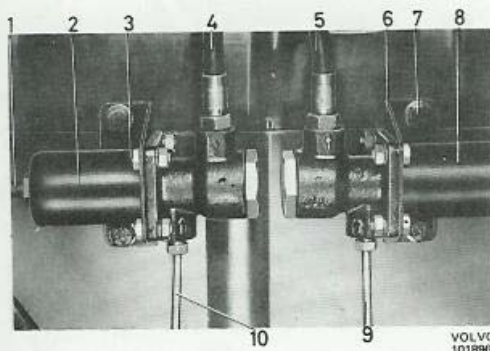
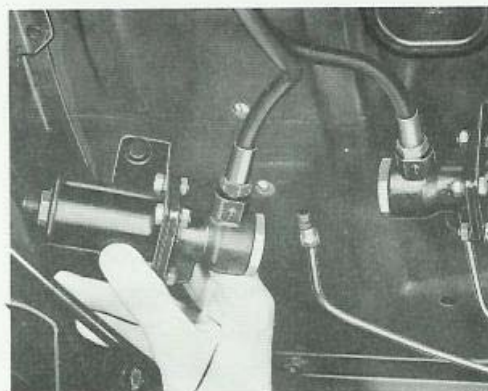

Bild 63. Bromsventiler monterade
Bild 64. Demontering av bromsventil
Skruva loss och täta bromsrörets anslutning (10, bild 63). Lossa bromsslangen (4) högst 1/4 varv vid ventilen. Demontera fästskruvarna och skruva loss ventilen från bromsslangen, se bild 64.
Skruva bromsventilen på bromsslangen, jämför bild 64. Sätt ventilen på plats och kontrollera att det inte är någon förspänning i slangen. Montera fästskruvarna och anslut bromsröret. Dra anslutningarna. Lufta bromssystemet.
Justerskruven (1, bild 63) är inte avsedd för justering i vanlig mening utan för att utjämna variationer i tillverkningen. Den vid första hopsättningen gjorda och noggrant kontrollerade inställningen räcker i regel under ventilens hela livslängd. Justerskruven skall därför normalt inte rubbas.